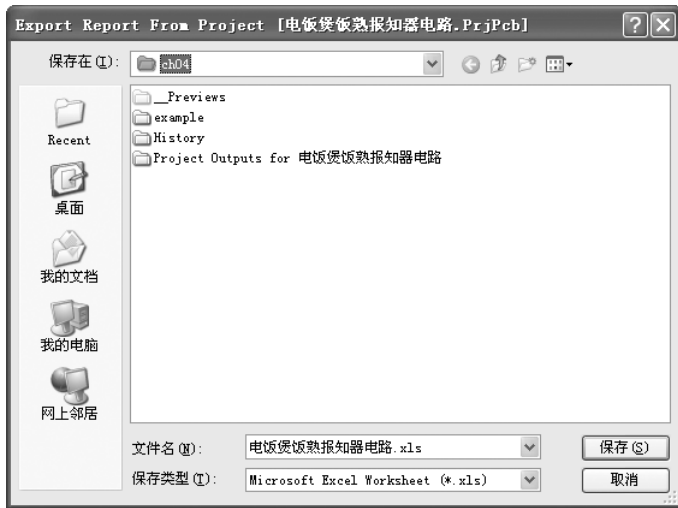

图 4-56 保存报表文件
5) 单击“输出”按钮，可以将该报表进行保存，默认文件名为“电饭煲饭熟报警器电路.xls”，是一个 Excel 文件，如图 4-56 所示；单击“打印”按钮，可以将该报表进行打印输出。